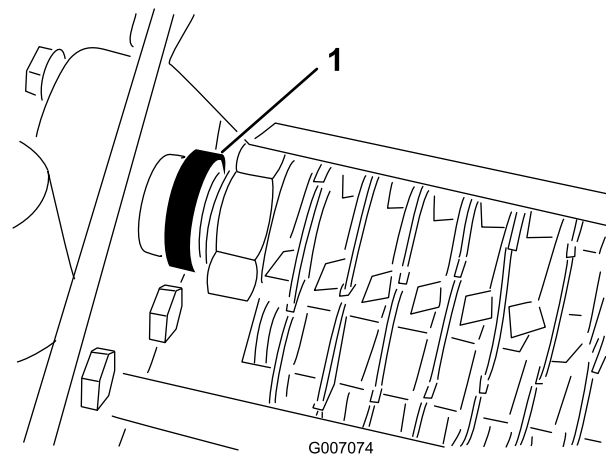

Figure 13
4. Nehmen Sie die Einstellschrauben von den Arretierkragen an den Spindellagern ab (Figure 13).